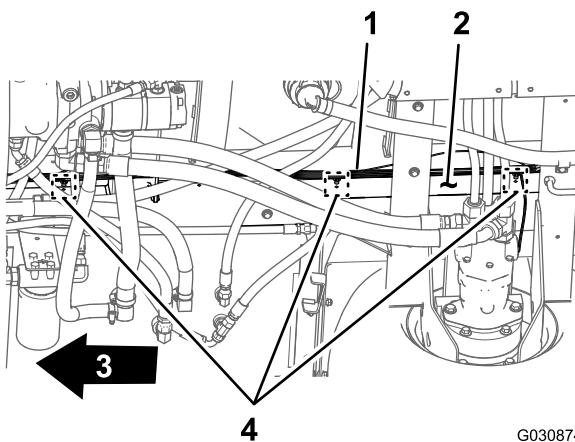

**Figura 84**
2. Passe a secção com 180 cm(71 inches), 108 cm e com 127 cm da nova cablagem elétrica sob o canal da estrutura (Figura 84).